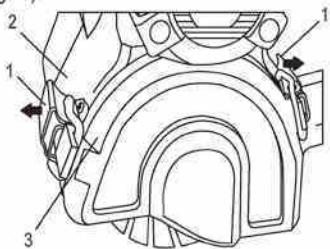

Fig. 1
1. Soulevez les moraillons de la couverture du rouleau (1) à l'écart du carter principal (2) (Fig. 1).
1. Détachez la couverture à l'extrémité du rouleau (Fig. 1).